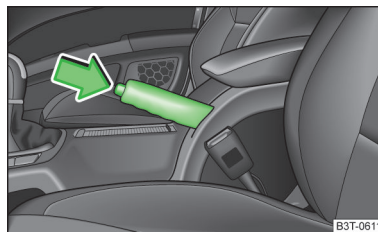

Fig. 121
► Levantar un poco la palanca del freno de mano y pulsar **a la vez** el botón de bloqueo » **fig. 121**.